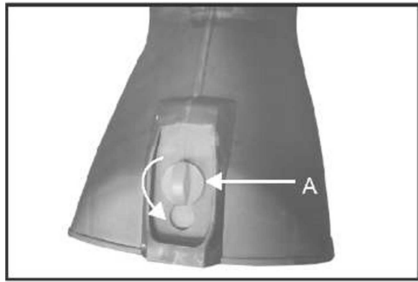

Fig. 5A
1. Tournez le bouton du râteau (A) de 90° dans le sens contraire des aiguilles, puis le râteau va automatiquement se dérouler. (Fig. 5A)